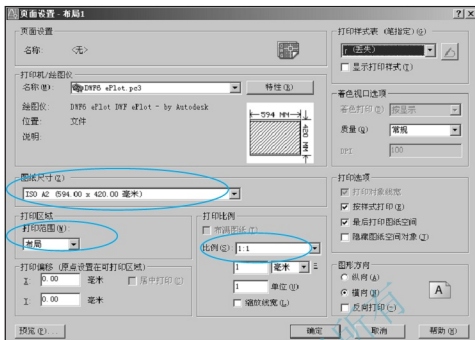

图 5.92 设置【页面设置-布局1】对话框
(3) 单击视口线，出现蓝色夹点，然后按 Delete 键将视口删除，这时在不透明的白纸上没有视口，所以看不到任何图形。
(4) 设置【页面设置管理器】。
① 右击“布局 1”，从弹出的快捷菜单中选择【页面设置管理器】命令，打开【页面设置管理器】对话框。
② 单击【修改】按钮，则进入【页面设置-布局 1】对话框，按照图 5.92 所示设置该对话框。